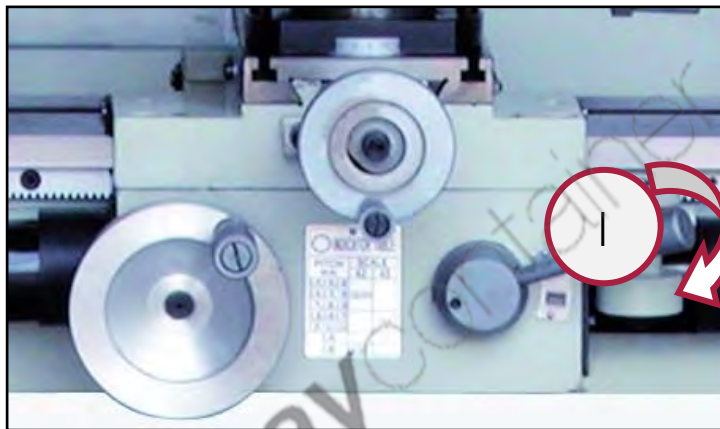

Figura 18 – Leva degli avanzamenti.
4. **Abbassare la leva di selezione dell'avanzamento automatico (rif. I in Figura 18) per ingranare lo spostamento del carrello per le operazioni di filettatura.**